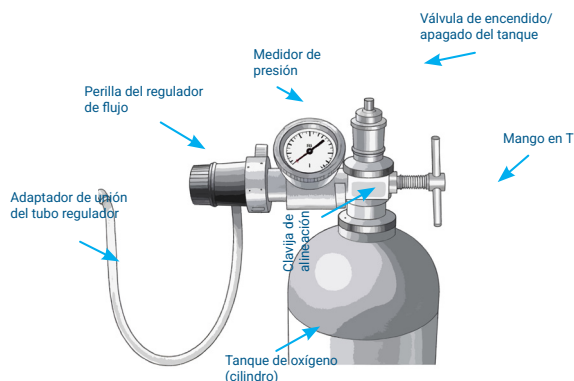

Ilustración 1
1. Asegúrese de que la perilla del regulador de flujo esté posicionada en cero (véase la ilustración 1).